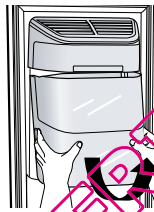

Figure 1
- Tenez la poignée comme indiqué par la figure 1.